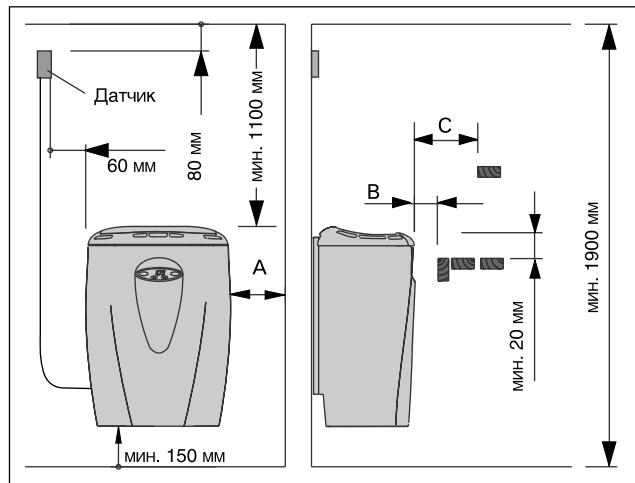
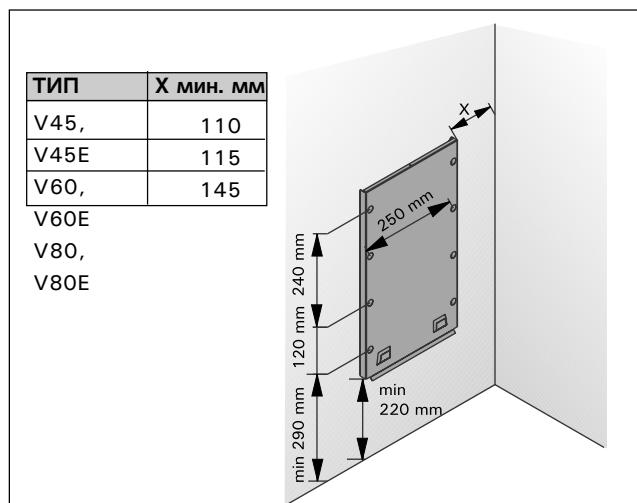

Рисунок 4. Расстояния безопасности
Рисунок 6. Установка крепёжной рамы
- При расположении каменки выполняются условия минимальных расстояний, изображенных на рис. 4 и указанных в таблице 1.
1. С помощью прилагаемых шурупов прикрепите к стене монтажную раму, соблюдая минимальные расстояния, указанные в таблице 1 и на рис. 4. Установка рамы изображена на рис. 6.
При установке защитного ограждения вокруг каменки следует соблюдать расстояния, указанные на рис. 4 и в. табл. 1.